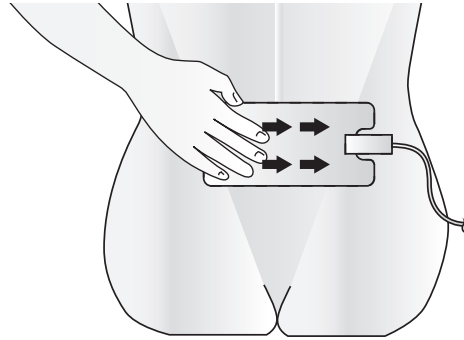

Abbildung 4-7. Drücken Sie die indifferente Elektrode fest an.
- b. Setzen Sie die Elektrode zunächst an einer Kante auf (Abbildung 4-7). Drücken Sie die Elektrode dann fest und gleichmäßig zur entgegengesetzten Kante an, so dass die Elektrode mit der gesamten Fläche auf der Haut des Patienten aufliegt.